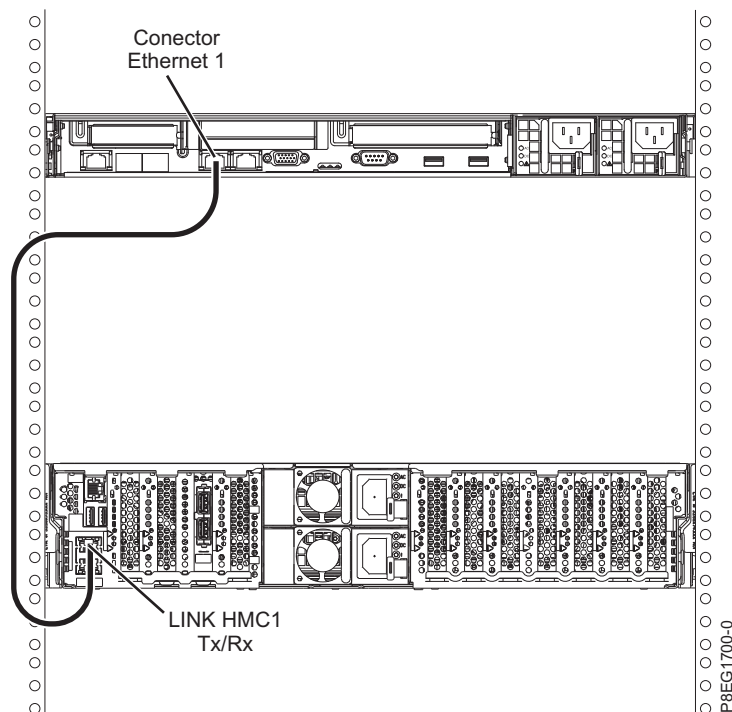

Figura 20. Conectando o HMC para o sistema gerenciado
1. ConsulteSe você deseja conectar diretamente o seu HMC para o sistema gerenciado, conecte o **Conector Ethernet 1** no HMC à porta **HMC1** no sistema gerenciado. Figura 20.